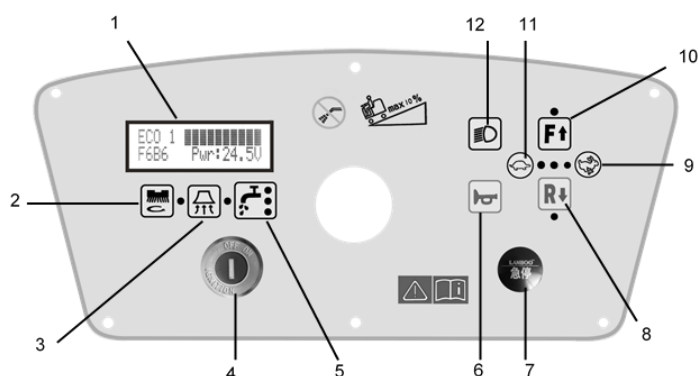

Рис. 2
ОПИСАНИЕ ФУНКЦИЙ ПАНЕЛИ УПРАВЛЕНИЯ (рис. 2)
Если во время работы возникла чрезвычайная ситуация, нажмите аварийную кнопку (7, рис. 2) на панели управления, после чего все функции машины остановятся, а дисплей погаснет. Для восстановления питания повторно нажмите аварийную кнопку.
1. Поверните ключ запуска (4, рис. 2) в положение ON (ВКЛ.).
2. Нажмите кнопку запуска всасывающего двигателя (3, рис. 2), при этом всасывающая балка автоматически опустится на пол.